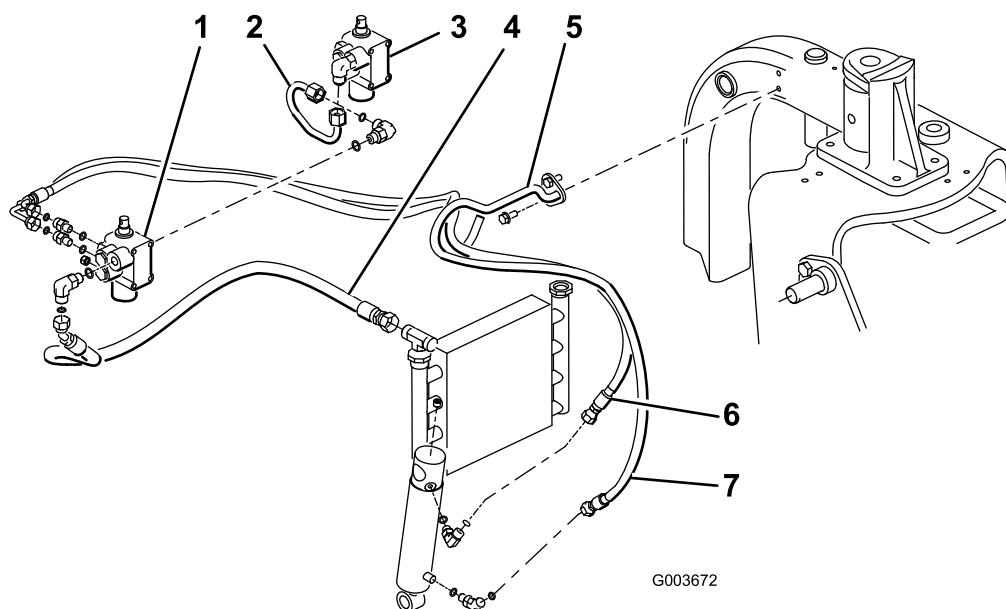

図 14
注 T油圧チューブをはずした時に流れ出るオイルの量をできるだけ少なくするために、交換用のホースを準備しておくか、オイル・クーラについているフィッティングにキャップをかぶせるとよい。キャップは、チューブ・アセンブリ（108-8447）についていた保護用のキャップを取り外して使用するとよい（図 14）。
4. 新しいバルブの左側についている90° フィッティングと既存の昇降バルブのフィッティングとを、チューブ・アセンブリ（P/N 108-8447）で接続する（図 14）。
5. 油圧ホースについている45° フィッティング（P/N 108-8449）を、バルブ側の90° フィッティングに接続し、ホース側のストレート端を空になったオイル・クーラのフィッティングに接続する（図 14）。ホースの接続については、図 15と図 16を参照のこと。
6. タップねじ2本（(5/16 x 3/4 インチ)）を使って、左側フレームのチューブにワイヤ・ホース・ホルダを取り付ける（図 14）。
7. 油圧ホースについている短い90° フィッティング（P/N 108-8453）を、バルブ後部の上にあるストレート・フィッティングに接続する。ワイヤ・ホース・ホルダに油圧ホースを通し、ホースのストレート端を油圧シリンダの上側フィッティングに接続する（図 14）。ホースの接続については、図 15と図 16を参照のこと。
8. 油圧ホースについている長い90° フィッティング（P/N 108-8454）を、バルブ後部の下側にあるストレート・フィッティングに接続する。ワイヤ・ホース・ホルダに油圧ホースを通し、ホースのストレート端を油圧シリンダの下側フィッティングに接続する（図 14）。ホースの接続については、図 15と図 16を参照のこと。鋭利な部分、高温部、可動部などの近くにホースを配置しないよう注意すること。